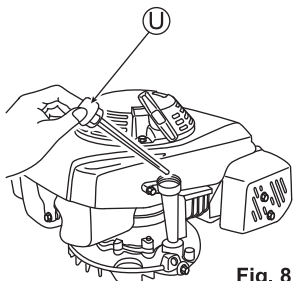

Fig. 8
1. Remova a tampa do depósito de óleo (U), puxe o indicador e volte a inseri-lo sem rosquear. (Veja a fig. 8)
2. Remova a tampa do depósito de óleo (U) e verifique se o nível está entre os limites inferior e superior do indicador.
4. Feche firmemente a tampa do depósito de óleo (U) depois da verificação.